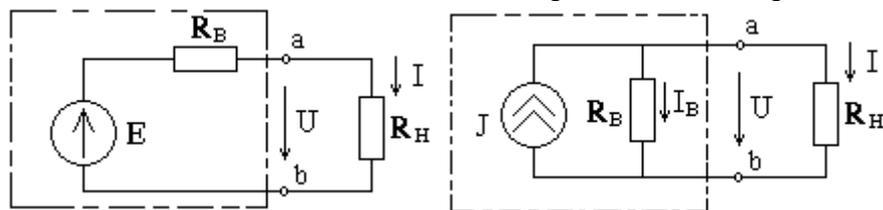

Рис. 2.2, а Рис. 2.2, б
Реальный источник электрической энергии представляется в виде последовательно соединенных источника ЭДС (E) и внутреннего R_B сопротивления (рис.2.2,а) либо в виде параллельно соединенных источника тока J и внутреннего сопротивления R_B (рис. 2.2, б).
Последнему выражению соответствует схема рис.2.2,б, если $J = I_k$.
Таким образом, если I_k и E связаны соотношением $I_k R_g = E$, то схемы на рис.2.2,а и рис.2.2,б действительно эквивалентны. При этом E равно напряжению холостого хода ($R = \infty$) источника электрической энергии, J равен току короткого замыкания ($R = 0$).